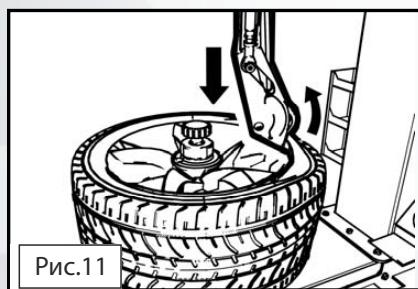

Рис.11
- Установите кнопку блокировки (2) в «Поз. В», горизонтальный рычаг разблокируется и, монтажный инструмент опустится на обод или достигнет минимальной рабочей высоты.
- Установите кнопку (2) в «Поз. А», чтобы заблокировать монтажную планку и горизонтальный рычаг. Монтажный инструмент автоматически позиционируется на расстоянии около 2 мм от обода.
- Нажмите джойстик (3), чтобы вставить монтажный крюк между верхним бортом и ободом (см. Рис. 11). Разместите его в верхней части, не прикладывая чрезмерных усилий к шине. Если сложно привернуть крюк к борту шины, вращайте поворотный стол, пока крюк не привернется к борту шины правильно.